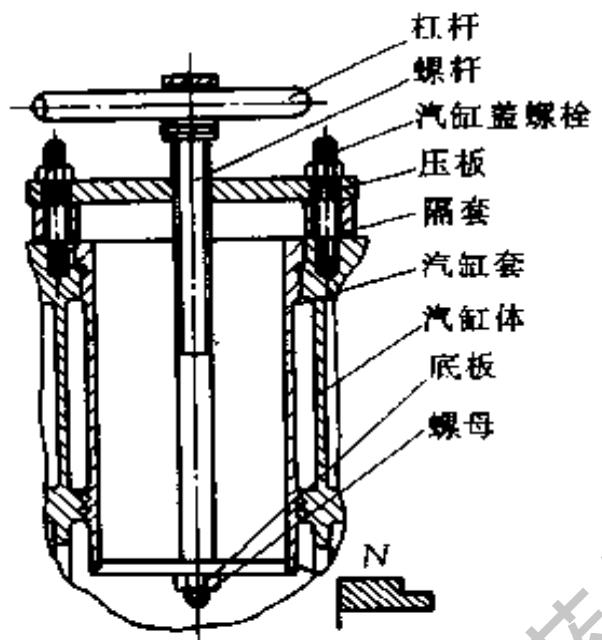

图 2-40 汽缸套拆卸工具
(1) 将后盖板(呼吸器)的固定螺栓拧下，依次取出后盖板、隔板、垫片等零件。
(2) 盘转飞轮使连杆大头向后，以便后面拆卸。
(3) 碰平连杆螺母锁片折角，用专用套筒分次拧松，然后旋出连杆螺母，取下连杆盖、轴瓦。
(4) 刮除汽缸套上口积炭，慢慢转动飞轮，把活塞推至上止点位置，然后取木棒伸入曲轴箱，推出活塞连杆总成。
(5) 拆卸活塞环、活塞销。取出活塞后，用专用工具拆去活塞环。如果无专用工具，也可用砂布条、细铁丝套在环口，略为张开后即可慢慢地取下活塞环。检查活塞销与销孔及衬套的配合状况，以便确定技术状况和需换零件。确认需要拆卸时，先拆下活塞销两端挡圈，然后用木棒或铜棒冲出活塞销。
(6) 用专用工具拉出汽缸套。汽缸套拆卸工具见图2-40。拆卸时，在缸盖螺栓上套上隔套，放上压板。装入螺杆，旋上螺母，在缸套另一端装入底板，圆周有台肩一面朝向缸套，锁紧螺母。用扳手旋转螺母，汽缸套就会慢慢拉出。